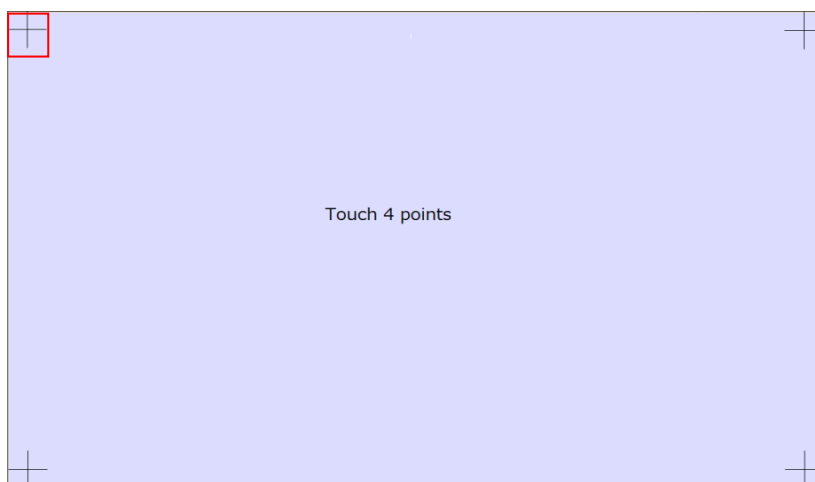

図 1-32 タッチスクリーンキャリブレーション画面
- 手順 3: 図 1-32 が表示されますのでコーナーに有る赤枠の四角で囲まれた"十"しるしを全てタッチします。押す場所を間違えすとキャリブレーションが失敗し、画面が反応しなくなります。その場合は電源を再投入して、手順 1 に戻りやり直してください。